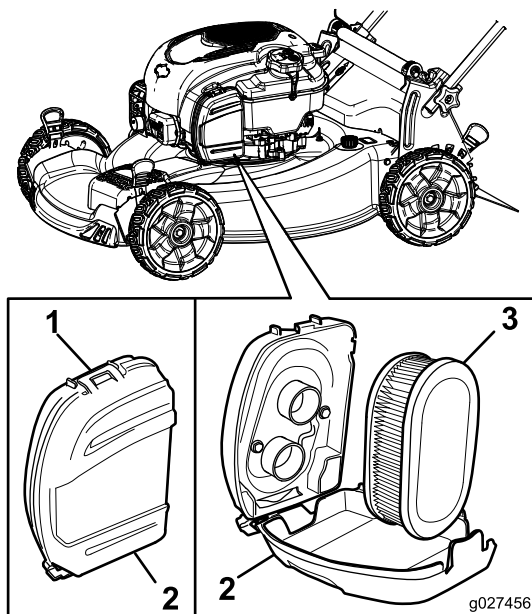

Figura 30
1. Abra los cierres de la parte superior de la tapa del filtro de aire (Figura 30).